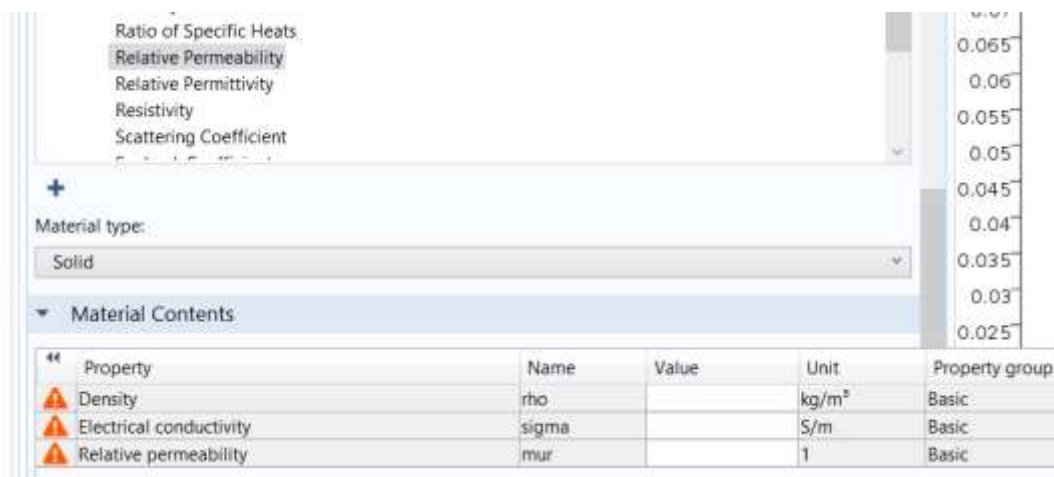

Рис. 12.20. Характеристики материала (MaterialContents).
4. Найдите раздел **Material Contents** (характеристики материала) (рис. 12.20). Введите данные диэлектрика, согласно таблице:
В столбец Value (рис. 12.20) нужно внести значения согл. Табл. вверху.